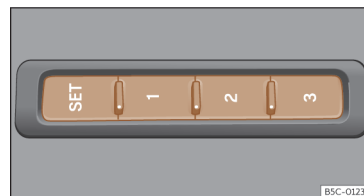

Fig. 101 No lado exterior do banco do condutor: botões de memória.
- Pressione o botão **SET** durante mais de 1 segundo»» **Fig. 101.**